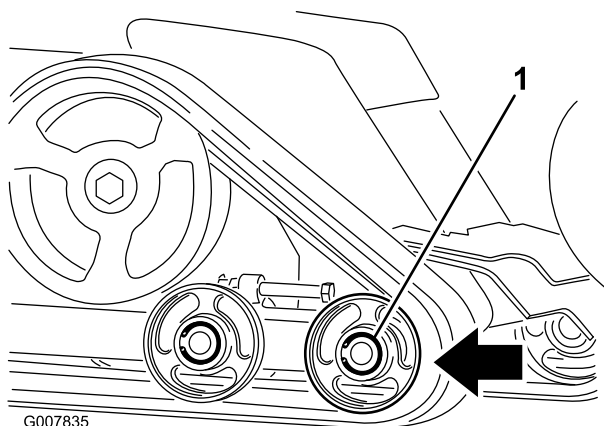

Figure 47
6. Poussez le galet de roulement avant aussi loin que possible vers l'arrière (Figure 47).
8. Lorsque la chenille est déchaussée, déposez-la de la machine (Figure 47).
9. Pour installer la chenille neuve, commencez par l'enrouler autour de la roue d'entraînement, en veillant à ce que les crampons s'engagent correctement entre les entretoises de la roue (Figure 47).
10. Poussez la chenille sous et entre les galets de roulement arrière et central (Figure 47).